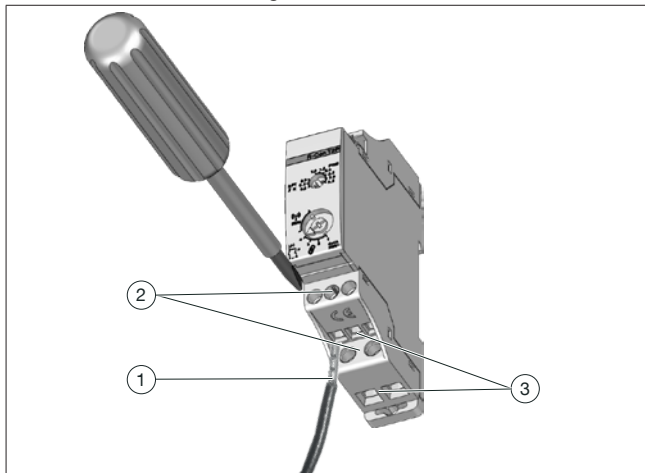

Abb. 7: Elektrische Verbindung
1. Lösen Sie die jeweilige Schraube (Position (2) in Abb. 7).
2. Führen Sie das Kabelende bzw. die Kabelhülse (Position (1)) von unten in die jeweilige Schraubklemme (Position (3)).